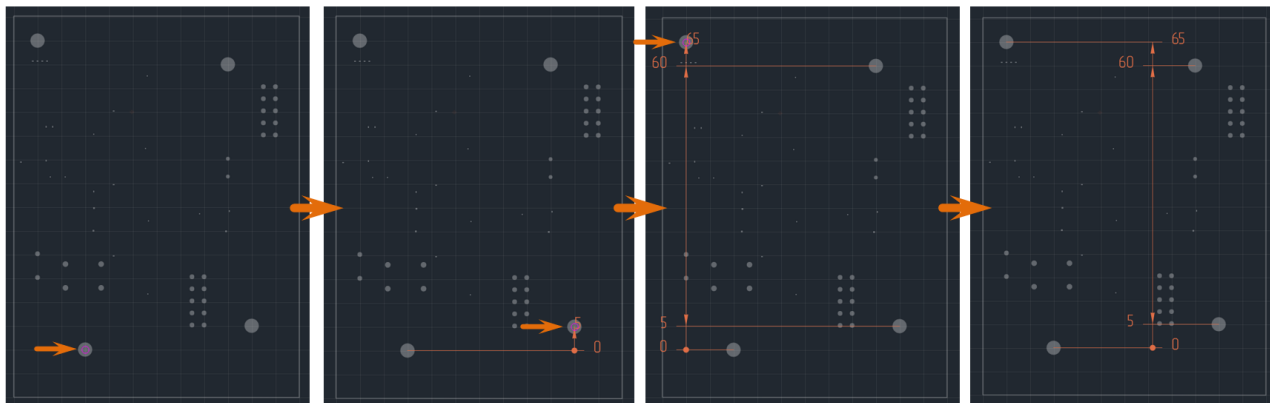

Рис. 450 Размещение вертикальной размерной линии от общей базы с общей размерной линией
5. Нажмите клавишу «Enter», при этом точки размещения выносных линий зафиксируются, но сохранится возможность изменять длину и направление выносных линий, см. Рис. 450.